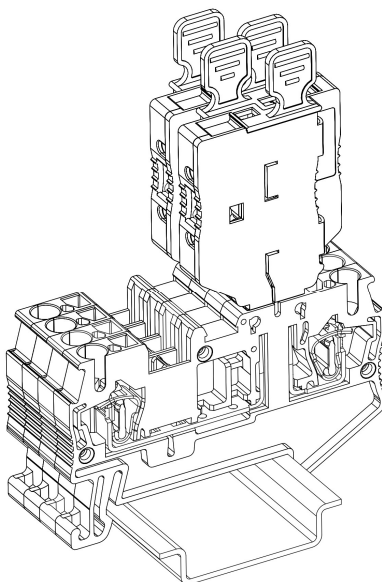

Рисунок 9 – штекеры ПР-КН в блоке клемм
- В блок клемм, ширина которых составляет 5,2 мм, штекеры необходимо устанавливать в шахматном порядке (рис.9).